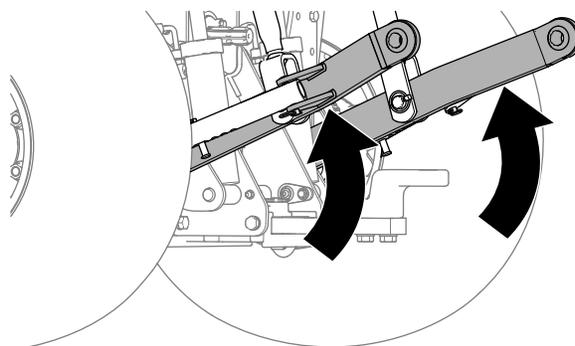

Bild 11
4. Heben Sie die Unterlenker der Dreipunktaufhängung (Bild 11) vollständig an.